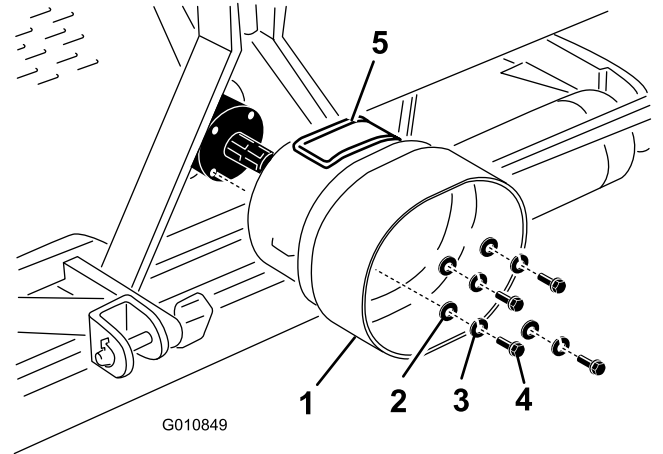

Рисунок 19
1. Снимите 4 болта, стопорные шайбы и плоские шайбы, которые крепят заднюю часть коробки передач аэратора (Рисунок 19).
2. Закрепите экран ВОМ на коробке передач аэратора снятыми ранее деталями крепления (Рисунок 19). При креплении экрана ВОМ проследите за тем, чтобы панель доступа (Рисунок 19) была расположена наверху или сбоку в зависимости от конфигурации рамы аэратора.
**Примечание:** Панель доступа (Рисунок 19) можно открыть для облегчения снятия и установки деталей крепления ВОМ.